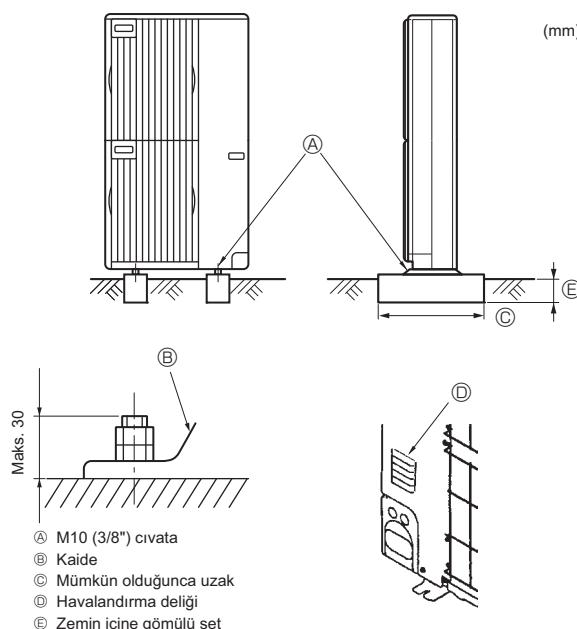

Fig. 3-1
- Ünenin çalışması sırasında gürültü yapmaması için ünitesi mutlaka sağlam ve düz bir yüzeye monte edin. (Fig. 3-1)